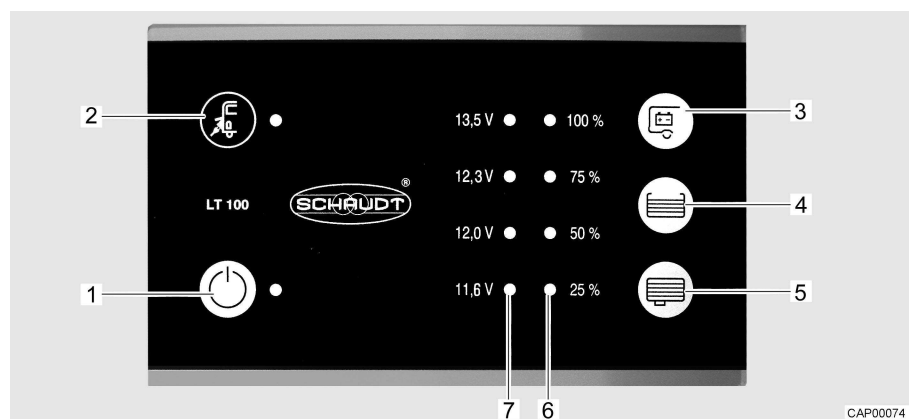

Fig. 69 Panel (LT 100)
El LED amarillo en el símbolo de conexión a la red  (Fig. 69,2) estará iluminado mientras que el vehículo esté conectado a una alimentación de red externa. Entonces, el LED también estará iluminado al estar el panel desconectado.
El interruptor principal de 12 V (Fig. 69,1) conecta y desconecta el panel y la alimentación de 12 V del habitáculo.
- Pulsar el interruptor "⏻" (Fig. 69,1): La alimentación de 12 V del habitáculo está conectada. El LED está iluminado de color verde.
- Volver a pulsar el interruptor "⏻" (Fig. 69,1): La alimentación de 12 V del habitáculo está desconectada. El LED se apaga.
La serie de LED (Fig. 69,7) indicará la tensión de batería de la batería del habitáculo del modo siguiente:
- Pulsar la tecla "⏻" (Fig. 69,3): Indica la tensión de la batería del habitáculo.
La serie de LED (Fig. 69,6) indicará el nivel de llenado del depósito de agua potable o del depósito de aguas residuales.
- Pulsar la tecla "☰" (Fig. 69,4): Los LED iluminados indicarán el nivel de llenado del depósito de agua potable.
- Pulsar la tecla "☷" (Fig. 69,5): Los LED iluminados indicarán el nivel de llenado del depósito de aguas residuales.